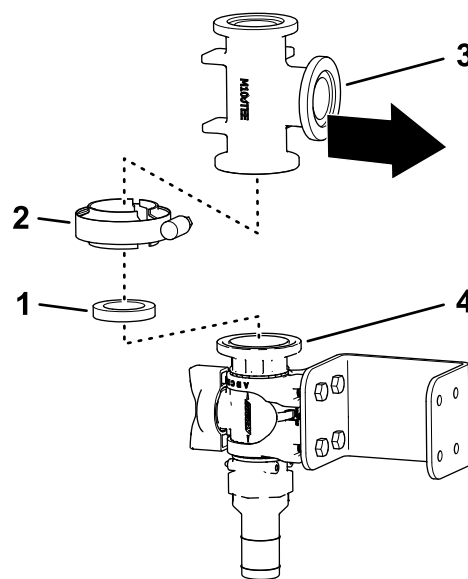
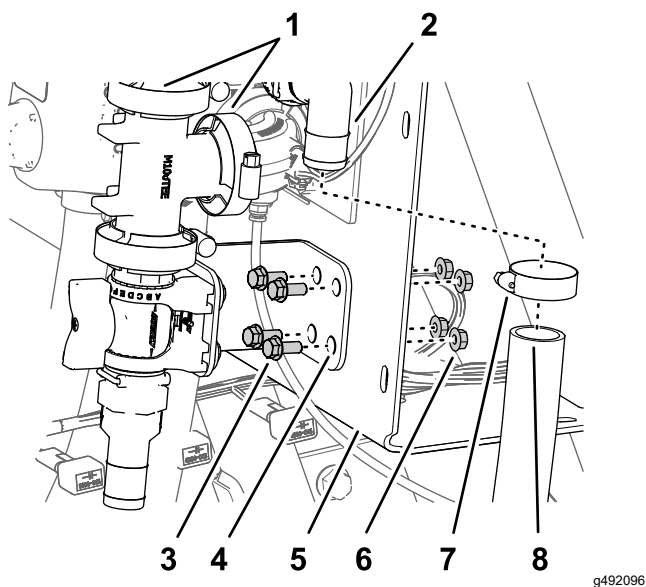

Figura 42
Figura 45
6. Alinhe a flange da união em T com a flange da válvula de controle, conforme se mostra em Figura 42.
7. Prenda sem apertar a união em T à válvula de controle com uma junta e uma braçadeira flangeada (Figura 42).
- Monte o suporte da válvula de controlo na base do coletor (**Figura 45**) com 4 parafusos de cabeça flangeada ($\frac{1}{4}$ -20 x $\frac{5}{8}$ pol.) e 4 porcas de bloqueio flangeadas (20 pol.); aperte os parafusos com 10 a 12 N·m.
- Aperte, com a mão, a braçadeira flangeada que prende a válvula de controlo, a união em T (**Figura 42**) e a braçadeira flangeada que prende a união em T à união de 90° (**Figura 45**).